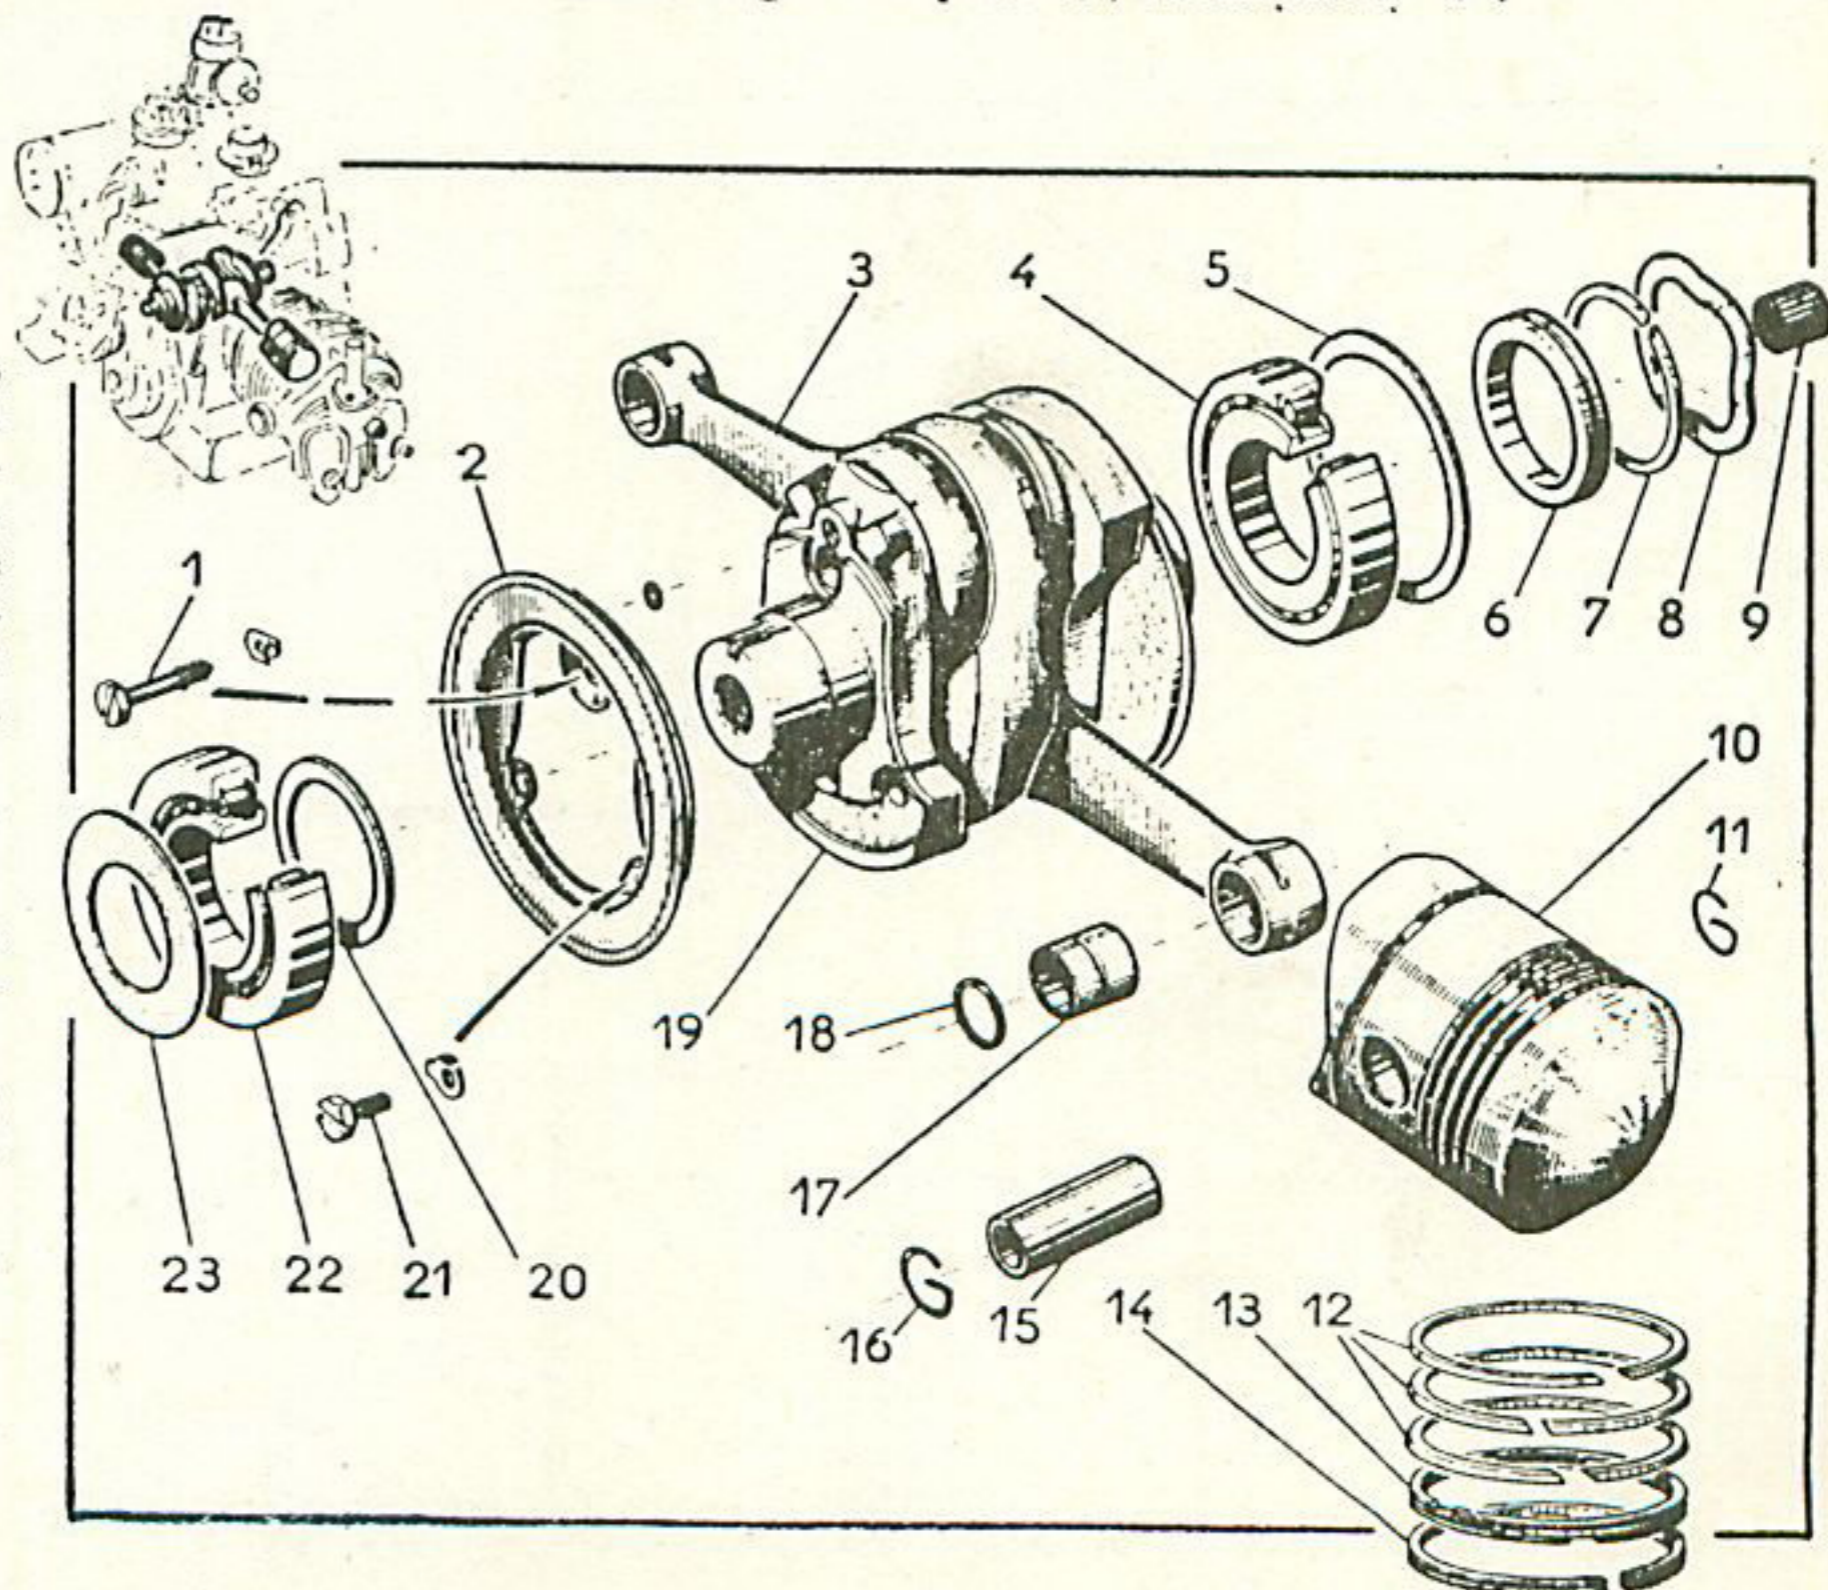

Fig. 15. - Embiellage.
- Monter la bague intérieure des roulements AV et AR, la bague porte-segment (6) (fig. 15) et son segment d'étanchéité (7) ; la rondelle élastique (8), et enfin, la cartouche Nadella (9) de centrage de l'embranchement (16 aiguilles).